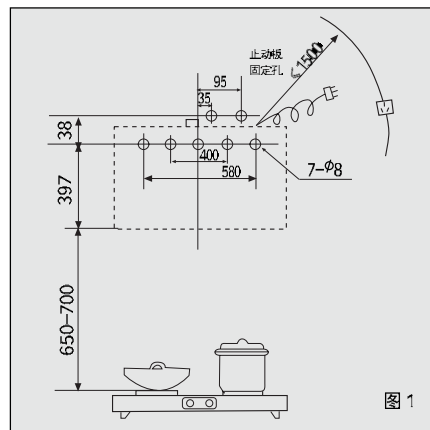
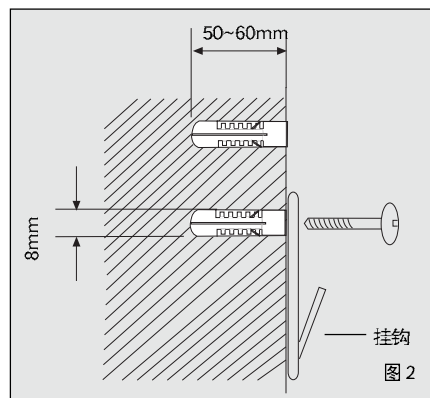

图 1
图 2
1、按图 1 尺寸在灶具上方坚实的地方准确确定冲击钻钻孔位置。冲击钻配上 M7 的麻花钻头或 M6 的冲击钻头，在钻孔位置上钻出 7 个直径为 8 mm，深为 50~60mm 的孔，牢固埋设膨胀管，在下排的 5 个孔上固定挂钩，旋入木螺钉拧紧（如图 2）。
- ★ 电源插座应在小于 1500mm 的地方（见图 1）。